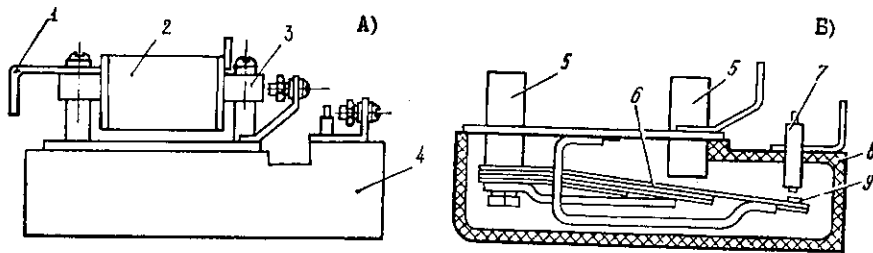

Рис. 57. Общий вид герсиконового контактора (А) и герсикона (В).
Герсиконовый контактор, общий вид герсиконового контактора и герсикона представлен на Рис. 57А, состоит из герсикона (4), сердечника (3), катушки (2), угольника (1, находящегося под потенциалом подвижного контакта. Выводы катушки (2) имеют крепеж.
В герсиконе КМГ I2-9I (Рис. 57Б) подвижные (9) и неподвижные (7) контакты помещены в герметичный корпус (8), заполненный защитным газом, что облегчает гашение электрической дуги, возникающей между контактами при их размыкании. В герметичном корпусе расположен якорь (6), несущий подвижный контакт (9), узел неподвижного контакта (7), два по-